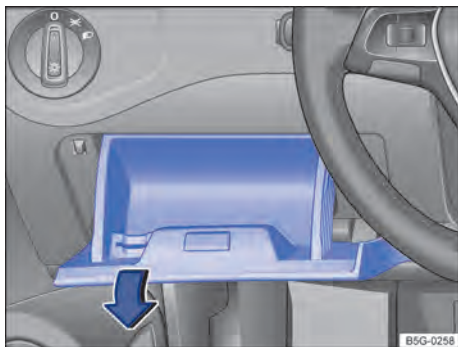

Fig. 212 À esquerda do volante: cobertura da caixa de fusíveis no painel de instrumentos.
- Abrir o porta-objetos do lado do condutor e puxar com força no lado esquerdo no sentido da seta → Fig. 212. Para isto, poderá ser necessário um esforço maior.